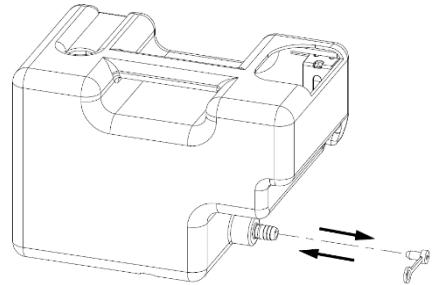

Abb. 2
- Den Verschluss des Verbindungsstücks für den Anschluss des Ablaufschlauchs am Behälter entfernen, siehe *Abb. 2*.